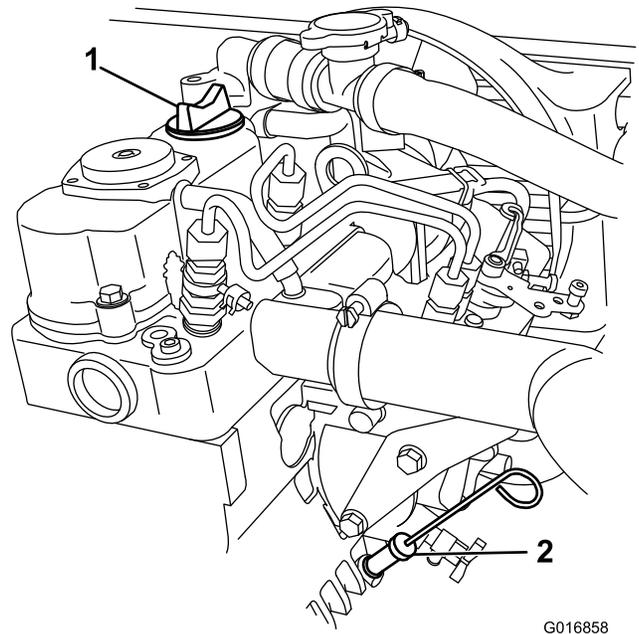

Bild 17
- Reinigen Sie den Bereich um den Ölpeilstab (Bild 17), damit kein Schmutz in das Peilstabrohr gelangen und den Motor beschädigen kann.
- Stecken Sie den Ölpeilstab vollständig in das Peilstabrohr (Bild 17).
- Ziehen Sie den Peilstab wieder heraus und prüfen Sie das Stabende (Bild 17).
- Stecken Sie den Ölpeilstab vollständig ein (Bild 17).